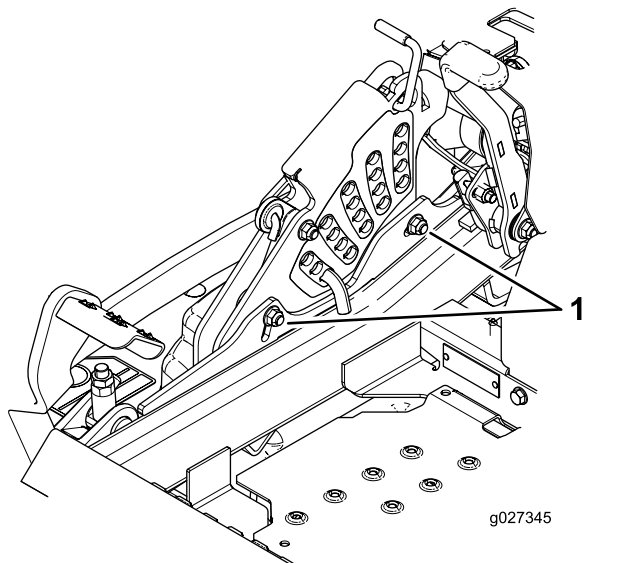

Figura 120
11. Para ajustar el sistema de ajuste de un solo punto, afloje los 2 pernos situados cerca del borde inferior de la pletina de altura de corte (Figura 120).
13. Apriete los 2 pernos en el borde inferior de la pletina de altura de corte (Figura 120).